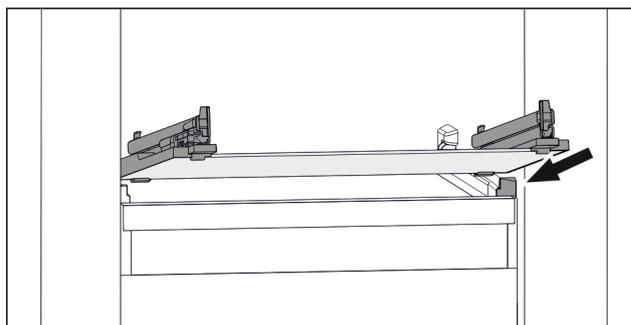

Fig. 140 Reprezentare exemplificativă a plăcii de sticlă
- ▶ Așezați placa de sticlă oblic în spatele opritoarelor. (vezi Fig. 140)